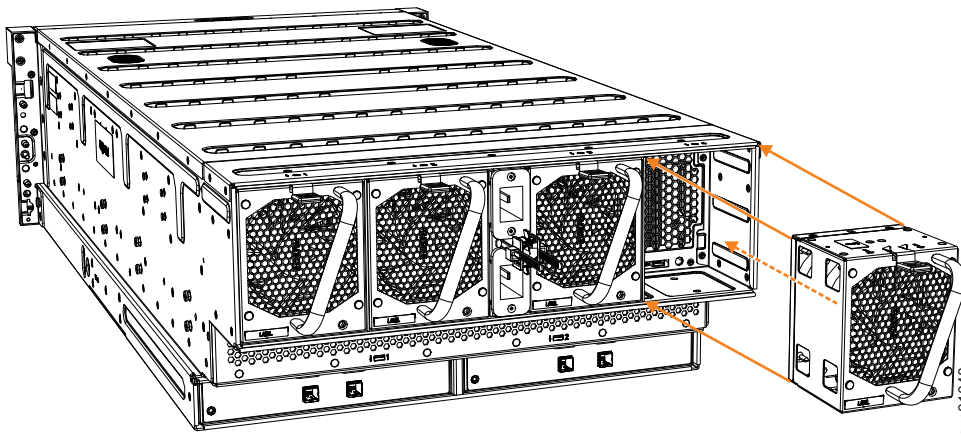

图 102. 更换风扇模块
2. 小心地将风扇模块插入机箱中，直至其咔嗒一声锁定到位，如图 102 中所示。